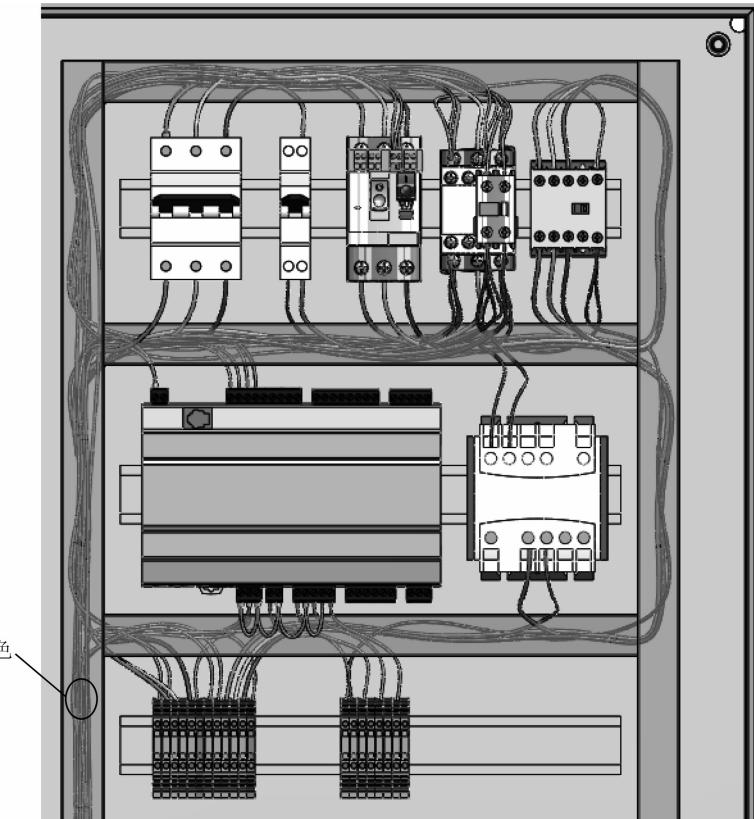

图 14-18 布线
**步骤 15 布线** 单击【布线】，按照之前的方式定义选项，单击【确定】/【删除已有路径】。绿色 AC 24V 现在使用路径连接装置，避开机柜右边线槽，如图 14-18 所示。